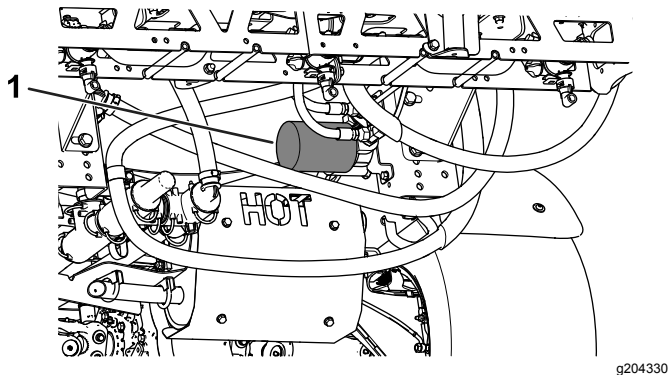

Рисунок 52
- Извлеките фильтр (Рисунок 52).